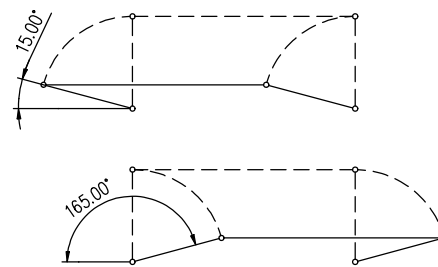

Рис. 3
- При сборке рычажного механизма следите затем чтобы угол между рычагом и тягой не был меньше  $15^\circ$  и больше  $165^\circ$ . (Рис.3)